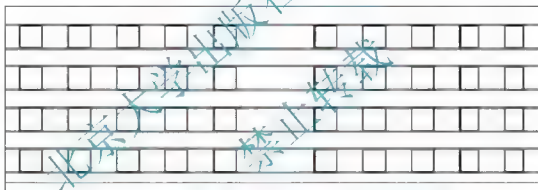

图 4.15 阵列生成⑦~⑩轴线所有的 $1800\text{mm} \times 1800\text{mm}$ 窗洞口
(2) 使用【阵列】命令生成⑦~⑩轴线之间 1~4 层的 $1800\text{mm} \times 1800\text{mm}$ 窗洞口。阵列参数设定为 4 行、3 列、行偏移距离 3300mm 、列偏移距离 3900mm ，结果如图 4.15 所示。